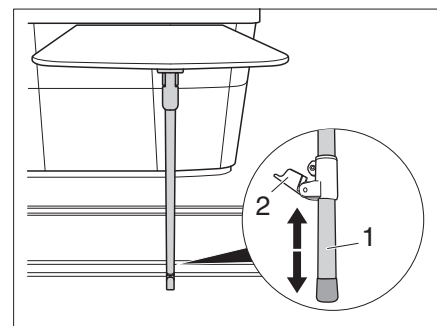

Figure 13 Régler la hauteur
- Déplacer le tube intérieur (Figure 13, 1) jusqu'à ce que le plateau de table soit à l'horizontale.
- Pousser le dispositif de serrage (Figure 13, 2) vers le haut.